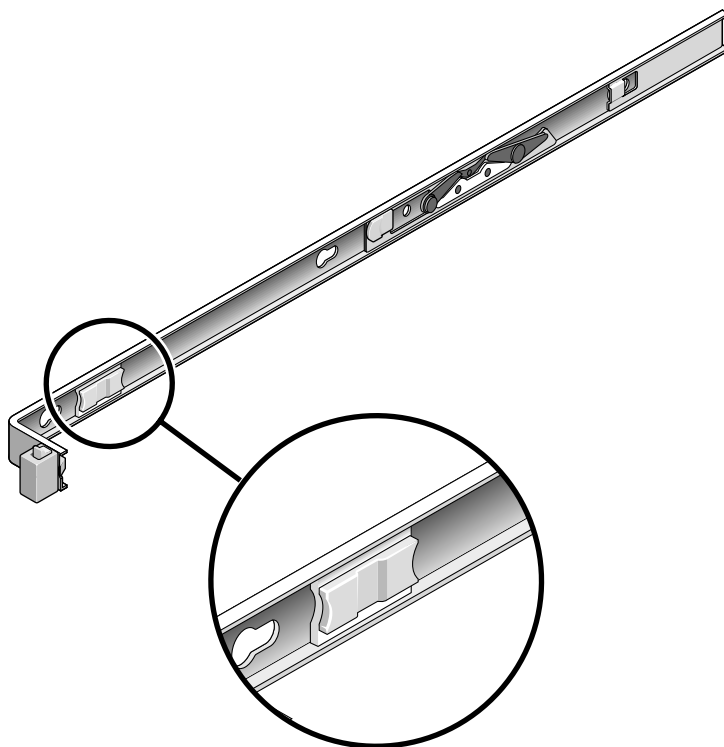

FIGURA 2-13 Pulsante di rilascio della guida
6. Sbloccare simultaneamente i due pulsanti di rilascio delle guide tirandoli verso l'esterno (FIGURA 2-13) e spingere il server completamente nel rack.